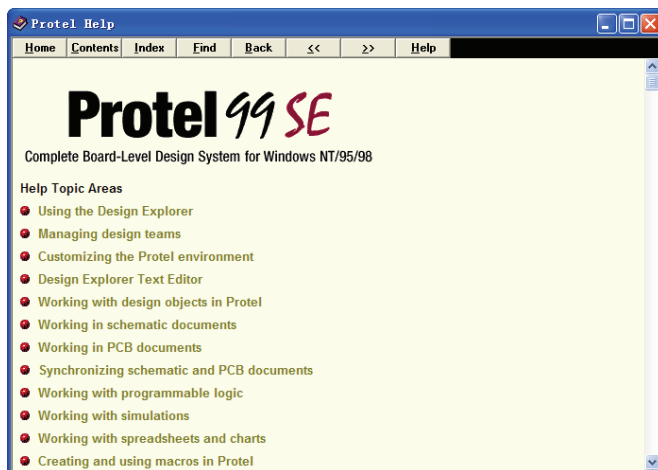

图 1-8 “Protel Help” 窗口
-  按钮：单击该按钮，弹出如图 1-8 所示的“Protel Help”窗口，在该窗口，可显示帮助文档，进行索引帮助。